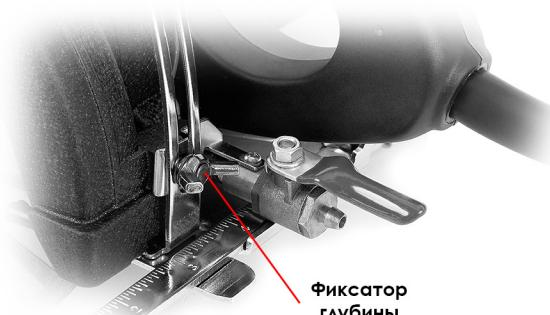

Рис.7
1. Ослабьте фиксатор (барашек), глубины реза (Рис. 7).